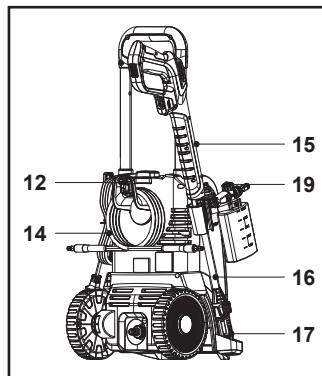

Fig. 22
3. Enrole a mangueira de pressão (14) e pendure-a no suporte da mangueira de pressão (12); guarde a pistola de pulverização (15), a lança de extensão (16), o bocal do recipiente do detergente (19) e o bocal (17/18) (Fig. 22).
4. Transporte sempre a máquina pela pega de transporte (1) e pelas rodas traseiras (8).